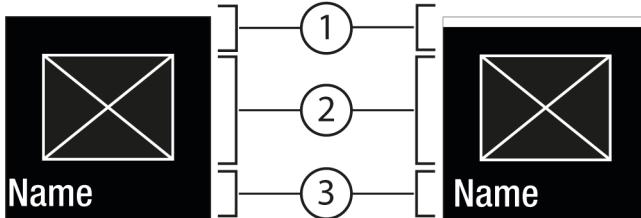
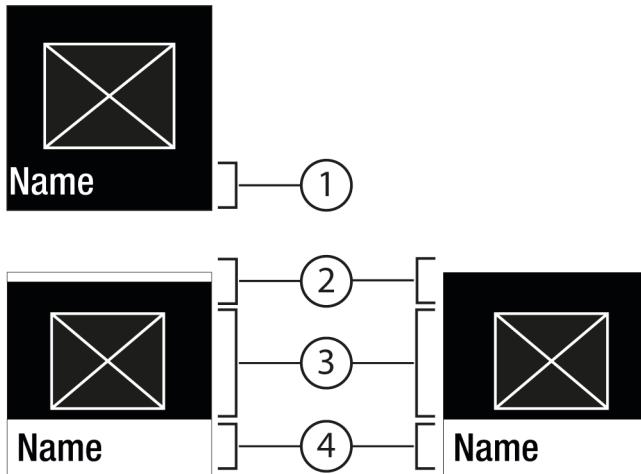

Fig. 6
Fig. 7
- ▷ Status: aktiviran Fig. 6 (1) pojavljuje se kratko u podizborniku Fig. 7 (4).